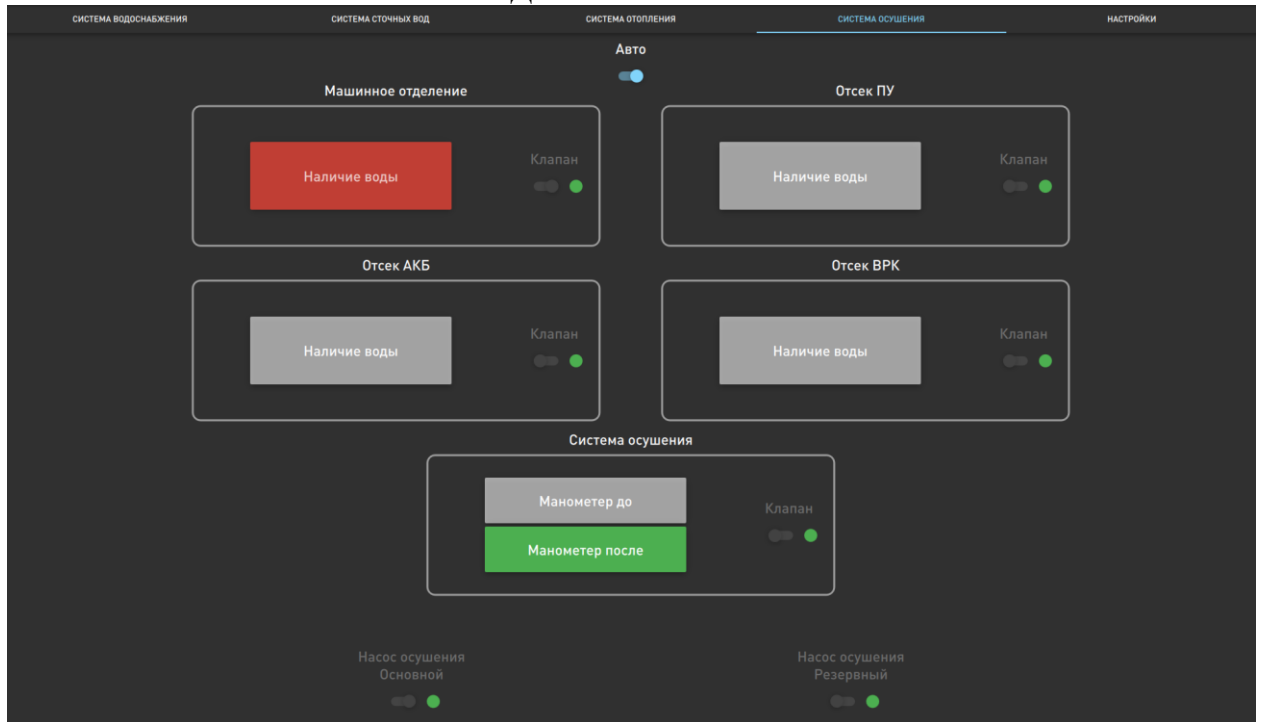

Рисунок 32 - Осушительная система. Автоматический режим работы, выход основного насоса в штатный режим
Далее по истечении выбранного интервала времени задержки насоса после подачи сигнала на открытие клапана подается управляющая команда на включение основного насоса. Для подтверждения выхода насоса в штатный режим должен быть получен сигнал от манометра, установленного после насосов осушения. В этом случае загорится зеленым цветом индикатор «Манометр после» (см. Рисунок 32).
3. Убедиться, что основной насос вышел в штатный режим работы, индикатор «Манометр после» загорится зеленым цветом (см. Рисунок 32). Основной насос должен выйти в штатный режим работы в течении 60 секунд.